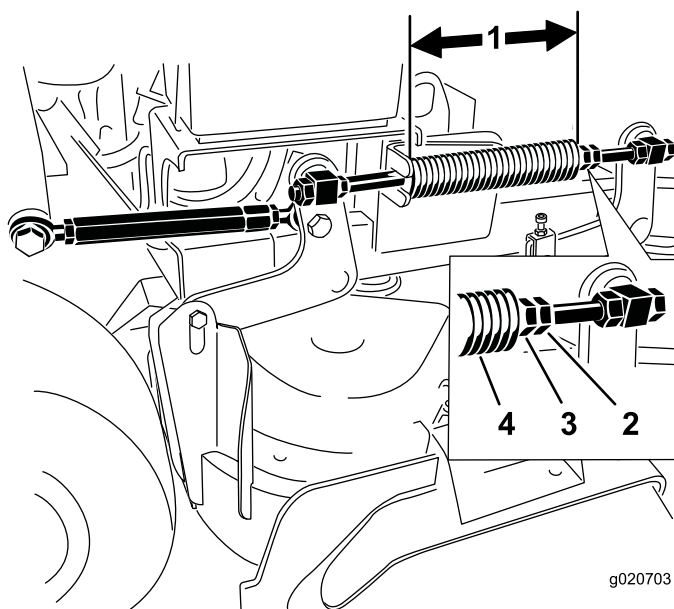

Figura 88
2. Verificate la lunghezza della molla di compressione. La lunghezza nominale è di 28,2 cm per piatti di taglio da 91 cm, e di 25,7 cm per piatti di taglio da 102 cm (Figura 88).
3. Regolate questa distanza allentando il controdado per molla e girando il dado davanti ad ogni molla (Figura 88).
4. Bloccate il dado serrando il controdado della molla (Figura 88).